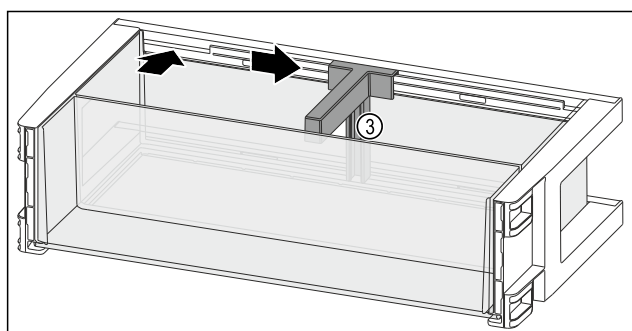

Fig. 127
- Flaschenhalter Fig. 127 (3) in die Aussparung einsetzen.
- Flaschenhalter Fig. 127 (3) in gewünschte Position zur Seite schieben.